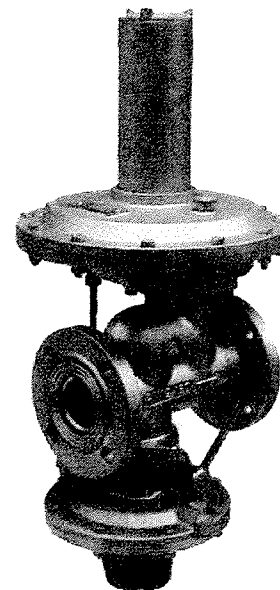
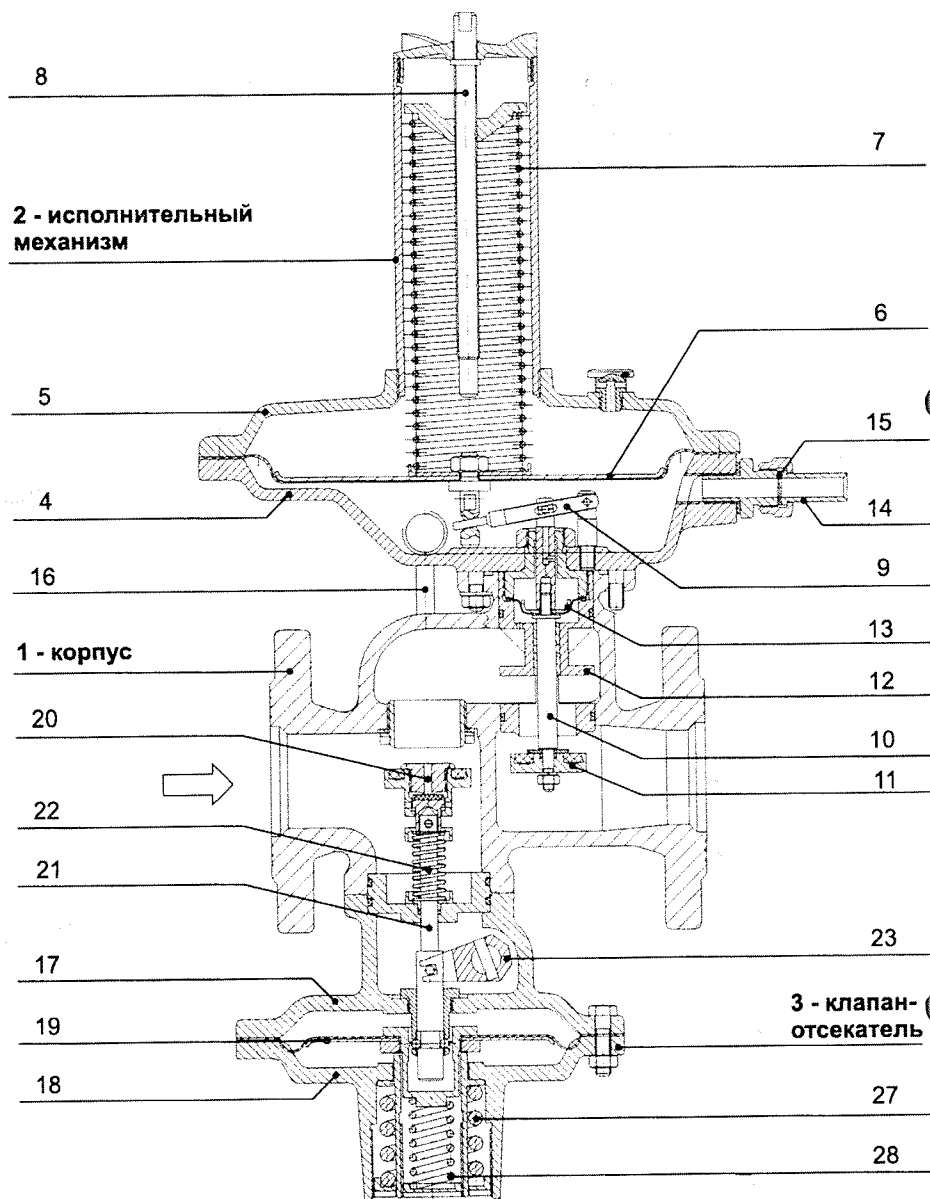

Рисунок 1
Рисунок 3
Исполнительный механизм 2 включает в себя мембранную камеру, состоящую из головки 4 (рис. 3) и крышки 5, между которыми крепится подвижная система 6 мембранного типа. На тарелку подвижной системы опирается пружина 7, являющаяся задатчиком значений выходного давления. Усилие пружины изменяется путем вращения регулировочного винта 8. Под мембраной смонтирован рычаг 9, передающий возвратно-поступательное движение штоку 10, на котором неподвижно закреплен рабочий клапан 11. Шток перемещается в обойме 12, нижняя часть которой выполнена в виде рабочего седла. Внутри обоймы смонтированы направляющие втулки и разгрузочная мембрана 13. Исполнительный механизм шпильками соединяется с корпусом 1 регулятора. Импульсный трубопровод приваривается к ниппелю 14, под накидной гайкой которого установлен эластичный дроссель 15, служащий для предотвращения возникновения вибрации. По импульсной трубке 16 контролируемое давление транспортируется в мембранную камеру клапана-отсекателя.
Элементами, задающими значения давлений срабатывания клапана-отсекателя, являются пружины 27, 28 (рис. 3). Усилие пружин
Взвод клапана-отсекателя осуществляется поворотом рукоятки (рис. 1), на одной оси с которой крепится вилка (рис. 3). Шток с клапаном перемещаются вниз, открывая затвор. При заданном выходном давлении мембрана клапана-отсекателя занимает нейтральное положение.
Для настройки клапана-отсекателя вращением регулировочных гаек добиться максимального сжатия большой настроечной пружины 27 (рис. 3), затем максимально освободить малую пружину 28.
- 8.2.3. Снять с корпуса регулятора блоки исполнительного механизма и клапана-отсекателя, предварительно демонтировав трубку 16 (рис. 3);